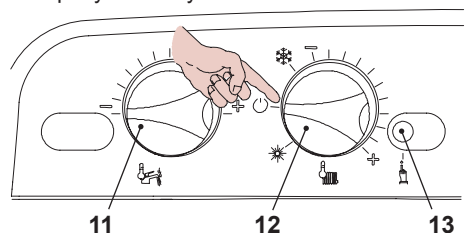

Рисунок 5.101
- Чтобы выйти из режима программирования, установите переключатель функций / регулятор температуры 12, как показано на рисунке Рисунок 5.101.